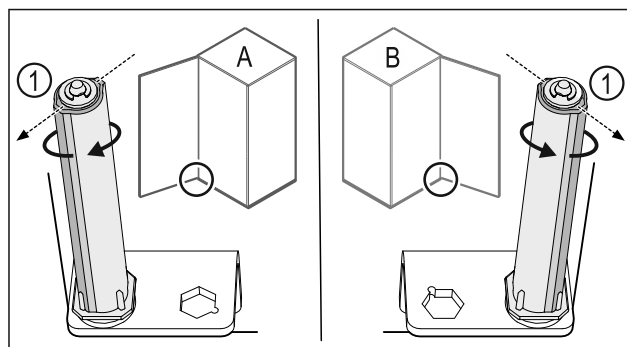

Fig. 36 Lewy ogranicznik (A) / prawy ogranicznik (B)
- Przekręcić system blokujący w kierunku przeciwnym do oporu, aż pręt systemu blokującego Fig. 36 (1) będzie skierowany na zewnątrz.